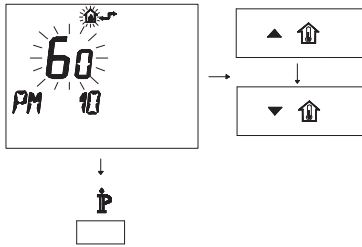

Figura 5.67
- Per modificare il SET programmato agire sui pulsanti  $\text{▲}$  o  $\text{▼}$  e aspettare che il numero programmato cominci a lampeggiare (Figura 5.67).